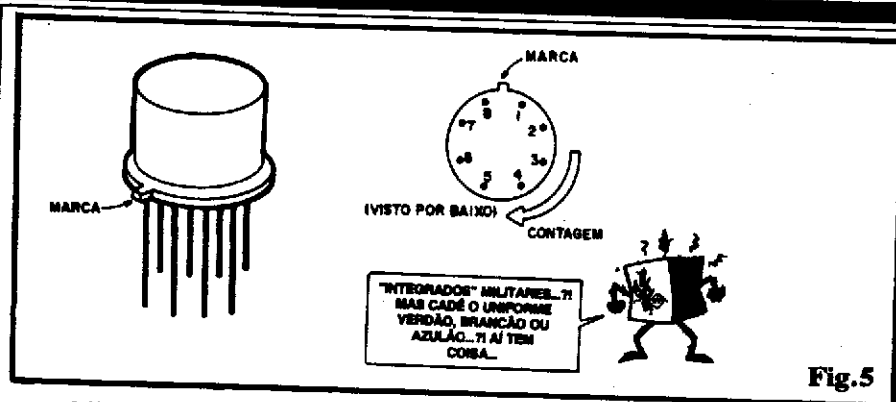

Fig.5
**FIG. 5** - Integrados especiais, blindados ou "para especificações militares" - A maioria dos Integrados à disposição dos Leitores/"Alunos" nas Lojas, tem seu encapsulamento feito de resina de epoxy (plástico, enfim...) ou - no máximo - de compostos cerâmicos... Entretanto, existem também (e podem "pintar" na mão do caro Leitor, através de alguma "sucata", por exemplo...) Integrados com encapsulamentos totalmente metálico, que são industrializados para aplicações muito específicas, para serem usados sob condições muito rigorosas e/ou em situações, ambientes ou circunstâncias adversas (altas temperaturas, radiação, etc.). Componentes feitos para "aplicações militares", computadores de bordo de aviões ou tanques de guerra, placas eletrônicas inseridas em mísseis, veículos espaciais e outras "coisinhas" do gênero, podem apresentar-se com a "cara" mostrada na figura: um corpo cilíndrico, metálico, com os terminais dispostos em linha circular, na sua base... No caso, a contagem dos pinos é costumeiramente referenciada por uma pequena marca ou "orelha" que sobressai da base do componente... Com a peça vista por baixo, os pinos devem ser numerados, agora em sentido horário, a partir do mais próximo da referida marca... A quantidade de "pernas", normalmente, fica entre 8 e 12, já que os corpos metálicos são pequenos, do tamanho de um transistor de média potência com encapsulamento metálico...